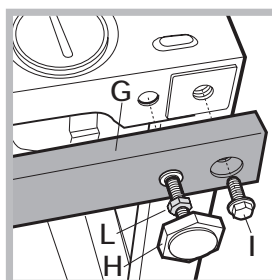

Fig. 11
- los 2 travesaños (**G**); las 4 patas (**H**); los 4 tornillos (**I**); las 4 tuercas (**L**), actuando del siguiente modo (*fig. 11*): extraer las **4** patas originales, colocar un travesaño **G** en la parte delantera de la lavadora, fijarlo con los tornillos **I** (enroscándolos en los orificios donde estaban montadas las patas originales), luego introducir las nuevas patas **H**.